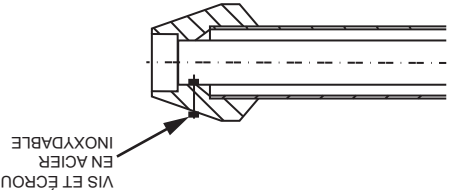

Figure 31. Pose du chapeau pare-pluie
Remarque : Plutôt que de coller le petit tuyau au chapeau pare-pluie, une vis en acier inoxydable (non fournie) peut être utilisée pour attacher les deux pièces l'une à l'autre si la possibilité de démontage est souhaitée pour le nettoyage. Voir Figure 31 (page 35).
- A. Coller le raccord concentrique en Y sur le tuyau de grand diamètre du nécessaire. Voir *Figure 31*.
- B. Coller le chapeau pare-pluie sur le tuyau de petit diamètre du nécessaire. Voir *Figure 31*.
Plutôt que de coller le petit tuyau au chapeau pare-pluie, une vis en acier inoxydable peut être utilisée pour attacher les deux pièces l'une à l'autre si la possibilité de démontage est souhaitée pour le nettoyage. Voir *Figure 31*. Trouver le creux pour la vis sur l'extérieur du chapeau pare-pluie; à cet endroit, percer un trou de 3/16 po dans le chapeau et la paroi du tuyau intérieur perpendiculairement au tuyau intérieur et **NON** à l'extérieur du chapeau; enfiler la vis et serrer l'écrou sans forcer.